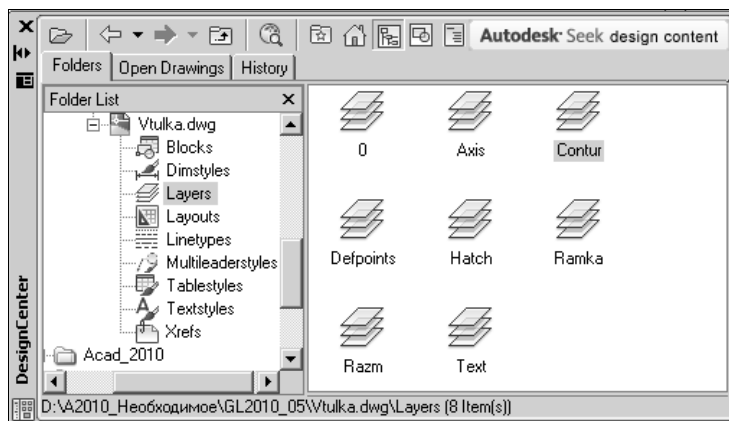

Рис. 5.13. Список слоев чертежа в зоне содержимого
3. Двигаясь по дереву папок и каталогов в зоне структуры, найдите файл Vtulka.dwg и щелкните мышью на знаке (+) слева от его имени. Раскроется стандартный список именованных объектов, которые содержатся в этом файле (рис. 5.13).
4. Щелкните мышью в зоне структуры на строке **Layers** (Слои). В зоне содержимого появится список слоев, имеющихся в рисунке Vtulka.dwg (см. рис. 5.13).